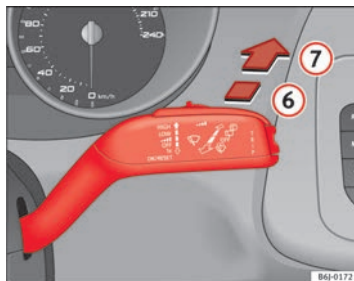

Abb. 66 Scheibenwischer- und Scheibenwaschhebel: Heckscheibenwischer
- Drücken Sie den Hebel nach vorne in Raste ⑥ ⇒ Abb. 66. Der Wischer arbeitet etwa alle 6 Sekunden.
⇒ Abb. 66. Die Waschanlage und der Scheibenwischer arbeiten gleichzeitig. Solange Sie den Hebel in dieser Position halten, arbeiten der Heckwischer und die Waschanlage.